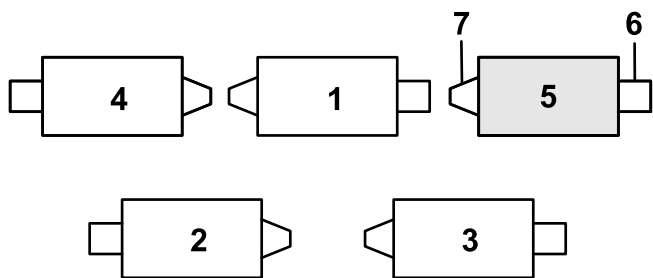

Рисунок 11
- Если в заднем отверстии штока пружины компенсации установлен игольчатый шплинт, извлеките его и вставьте в отверстие рядом с кронштейном (Рисунок 11).